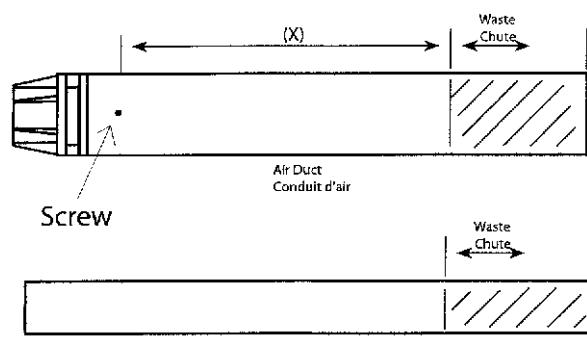

Fig. 3
3. Taking the air duct, mark dimension ?X? as shown (Fig. 3). Measure the length of waste material, and transfer the dimension to the flue duct. En prenant le conduit d'air, marquer la cote ?X? (voir Fig.3). Mesurer la longueur de la chute et la transférer sur le conduit des fumées (Fig.3).